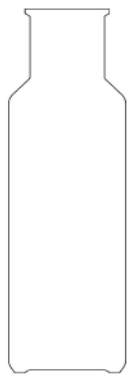

Рис. 99. Прямоугольная
7. **Прямоугольная культуральная бутылка Блэка** (рис. 99) из термостойкого стекла. Для стандартных соединений с формованной горловиной. Поверхность высококачественного боросиликатного стекла отличается высокими адгезионными свойствами.